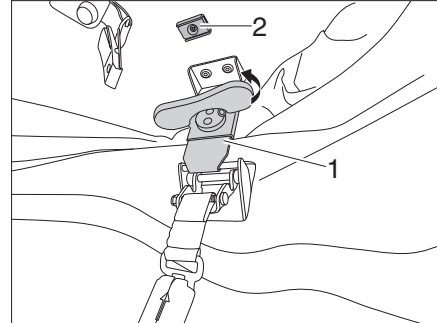
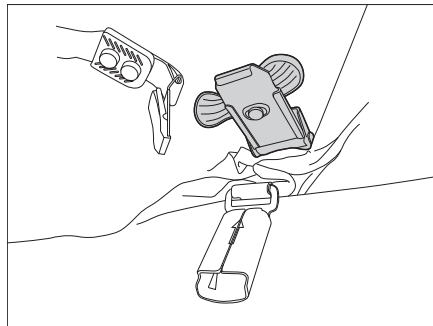

Bild 49 Verriegelungen entspannen
Bild 50 Verriegelung fixieren
- Drehgriffe der linken und rechten Verriegelung (Bild 49,1) aufstellen und gegen den Uhrzeigersinn drehen, bis die Verriegelungen entspannt sind.
- Drehgriff wieder nach unten klappen und den Verriegelungsmechanismus am Magnet (Bild 49,2) fixieren (Bild 50).